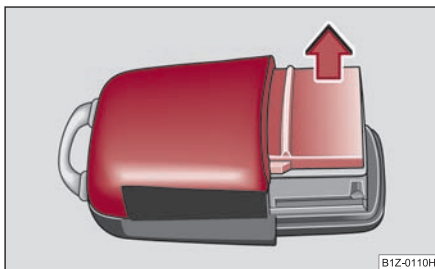

Fig. 39 Tapa de la carcasa del emisor
- Retire la tapa de la carcasa de la emisora ⇒ fig. 39 en la dirección de la flecha.